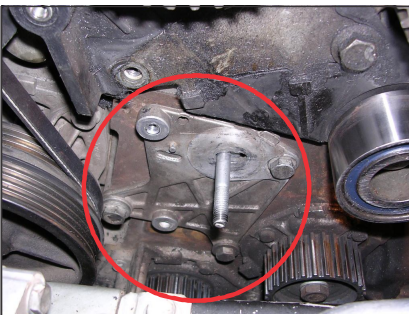
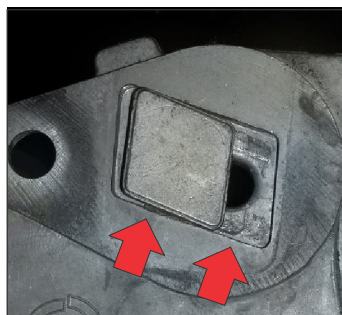

Fig. 01
Fig. 02
1) É Indispensável retirar a base de fixação do tensor que aloja o seu parafuso (Fig.01), verificar a correta posição do parafuso em seu trilho (Fig.02) e o perfeito estado da base de alumínio.